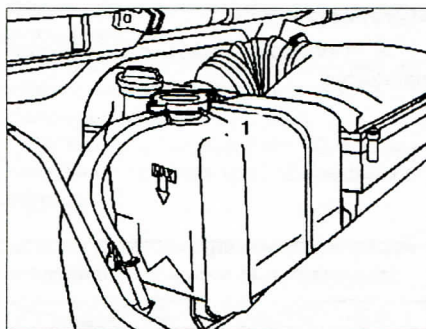

Рис. 1.8. Открутите и снимите крышку радиатора (1).
1. Открутите и снимите крышку радиатора 1 (рис. 1.8).